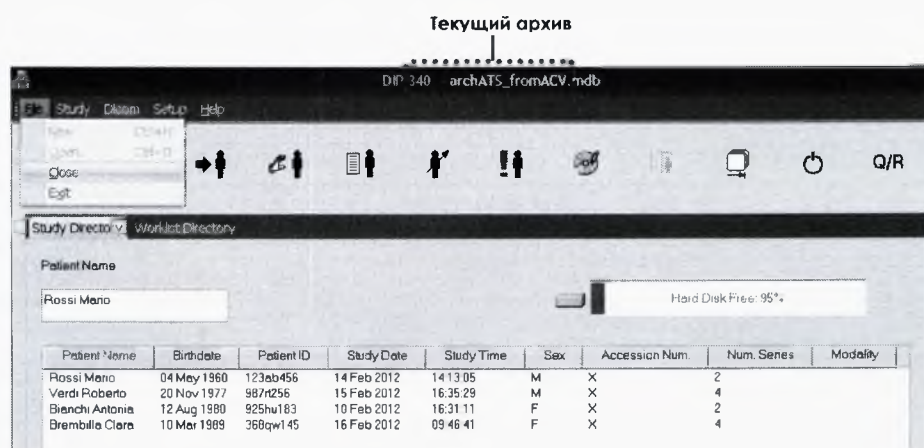

Рисунок 174
- закройте архив при помощи команды **Файл/ Заккрыть** (см. рисунок 174);